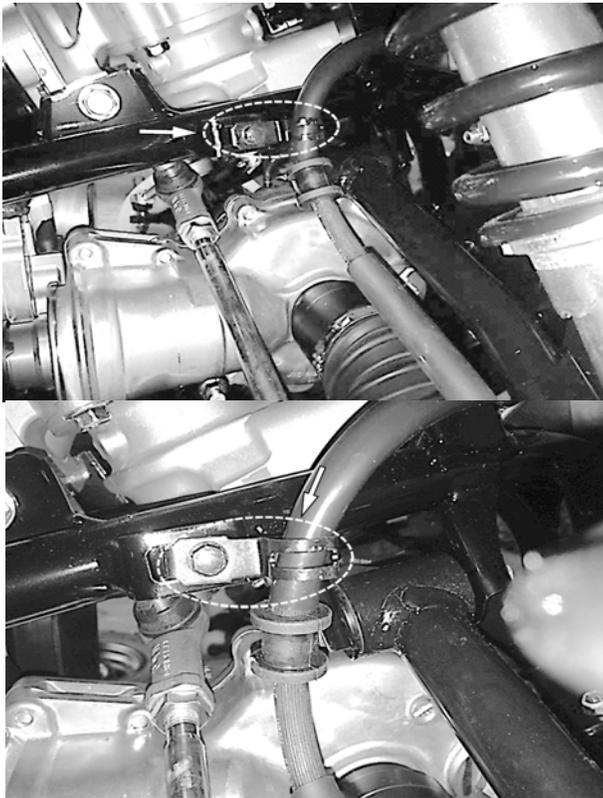

Fig. 16
6. Move clamps (C) directly on the brake hose. Re-attach them to their mounting point on the frame. See Fig. 16.
6. Réinstaller les brides (C) directement sur le boyau de frein, à leurs fixations sur le châssis. Fig. 16.